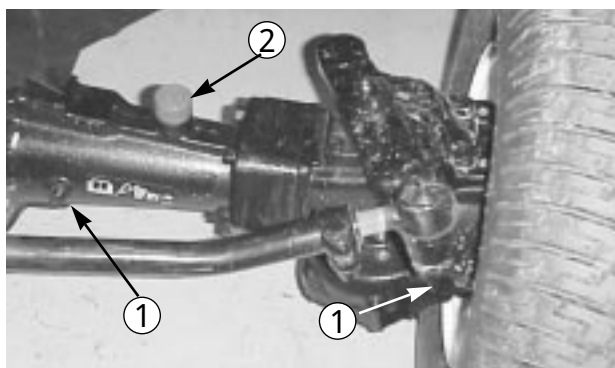

図 19
2. アクスルの各端から点検用プラグ（図19、20）を抜き、穴の上面まで潤滑油があることを確認する。